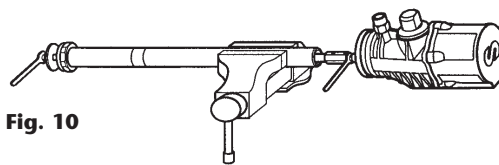

Fig. 10
4. Introduire une clé plate dans le fraisage de l'axe du piston d'air. Desserrer et retirer l'écrou ainsi que la rondelle (voir fig. 10).